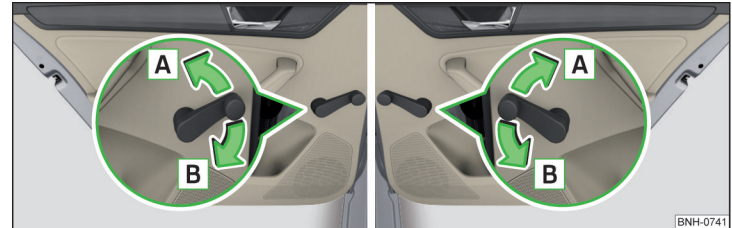

Abb. 49 Fensterbedienung: links/rechts
- Zum **Öffnen** die Kurbel in Pfeilrichtung **A** drehen » Abb. 49.